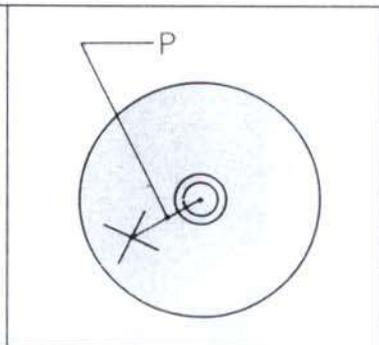
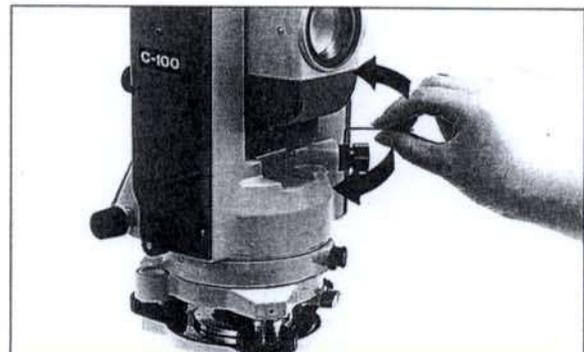

图 .35-3
图 .35-4
5. 如果标志形像的中心仍与十字丝的标志中心重合, 不需校正。如有偏离 (如图 35-3), 照下述的校正方法校正。
1. 用仪器附带的六角改锥, 转动调整螺丝使 "X" 标志中心与 P 点重合, 如图 35-3 及图 35-4。P 点为 "X" 标志中心与十字丝标志的中心连线的中点。
2. 按 (1) 过程 3 至 5 步骤重复校正。